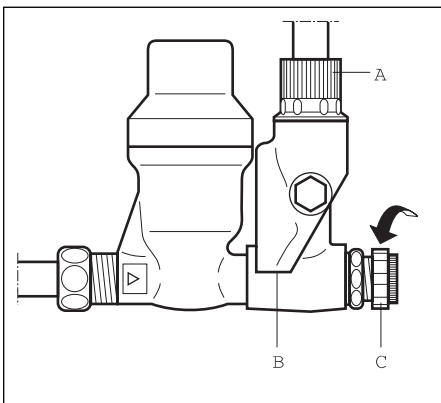
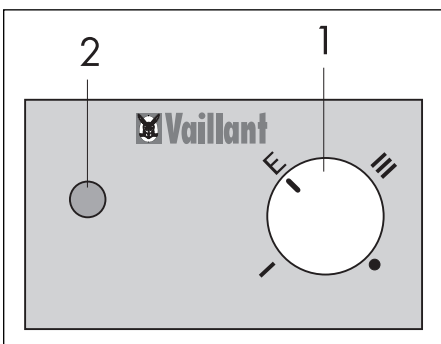

Рис. 2 Группа безопасности
Рис. 3 Панель управления
- в сливное отверстие (В, рис. 2) и клапан избыточного давления
Сточная арматура, сливное отверстие (В, рис.2), а также вытекающая вода могут нагреваться до температуры 85°C.
Во время нагрева объем воды увеличивается, и из сливного отверстия (В, рис.2) капает вода. Поэтому ни в коем случае не допускается перекрывать клапан избыточного давления, или соответственно, сливное отверстие!
Обозначения к рис. 2 и рис. 3